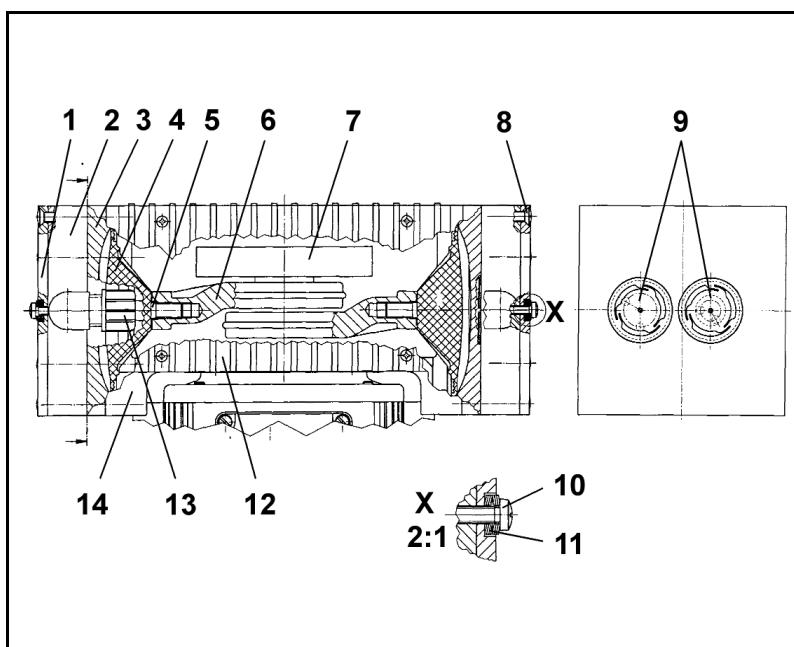

Abb. 25: Schnitt durch Pumpenkopf (symbolisch) (gültig für Systeme SBC 860 und SBC 860.40)
3. An der pneumatischen Kopfverschaltung eine der beiden Überwurfmuttern (Abb. 25/13) von Hand lösen; dann die zugehörige Winkeleinschraub- Verschraubung des Pumpenkopfes entgegen den Uhrzeigersinn soweit drehen, dass sich der Verbindungsschlauch abziehen lässt.
4. Befestigungsschrauben des zugänglichen Seitendeckels (Abb. 25/12) lösen, Seitendeckel abnehmen.
2. An einem Pumpenkopf Druckplatte (Abb. 25/1), Kopfdeckel (2), Zwischenplatte (3) und Gehäuse (14) mit einem durchgehenden Filzstiftstrich markieren. Damit lässt sich sicherstellen, dass die Teile beim späteren Zusammenbau richtig montiert werden.
3. Die acht Schrauben (8) lösen und den Pumpenkopf vom Gehäuse (14) abnehmen.
i Die ersten drei aufzusteckenden Tellerfedern müssen vom Schraubenkopf wegweisen, die folgenden drei dem Schraubenkopf zugeneigt sein (siehe Detail X in Abb. 25).